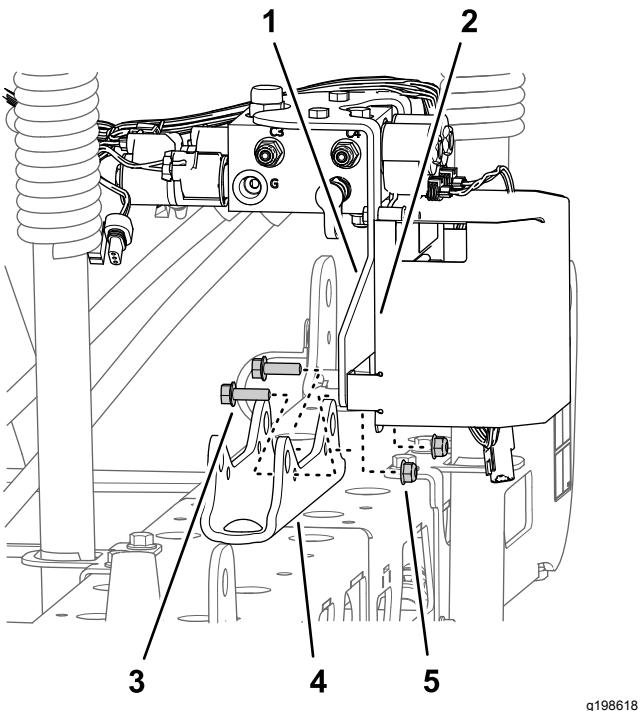

Figura 42
- **Para máquinas com o kit de nivelamento da rampa ultra sonic opcional:** retire as duas porcas flangeadas (5/16 pol.) e os dois parafusos de cabeça flangeada (5/16 x 1 pol.) que prendem o suporte para o coletor de elevação da secção e o suporte do controlador TEC à montagem do cilindro e retire o coletor e o suporte da montagem do cilindro (Figura 42).